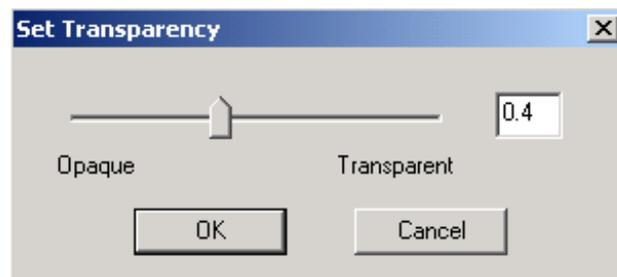

Рис. 7.12. Слайдер установки прозрачности просмотра
2. Переместите слайдер до уровня прозрачности 0.4 (рис. 7.12), и затем нажмите **ОК**.